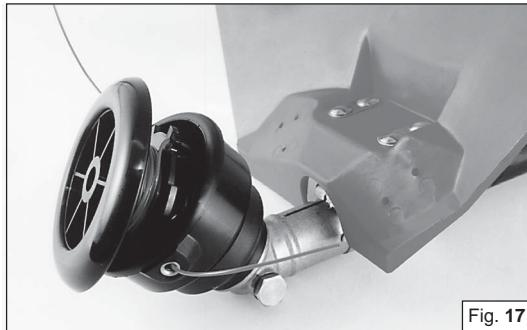

Fig. 17
- Terminado o enrolamento do fio, bloqueie-o nas apropriadas fendas como indicado na Fig. 16 B. Monte a mola. Enfie o fio através dos olhais (Fig. 17 - pag. 12) retire-o para fora e desbloqueee. Bloqueie o cabeçote com o botão.
- 3 - Завершив обмотку провода, зафиксировать его в специальных прорезях, как показано на Рис.16B. Установить пружину. Пропустить провод через отверстия (Рис.17-стр.28), вытянуть его наружу и отпустить. Закрепить головку крышкой.
3. Po nawinięciu żyłki, zablokować ją tak jak to wskazano na rysunku 16B. Zamontować sprężynę. Przełożyć żyłkę przez okute otwory w obudowie (Rys. 17 - str. 12), przeciągnąć na zewnątrz i zablokować. Zablokować głowicę za pomocą pokrętła.